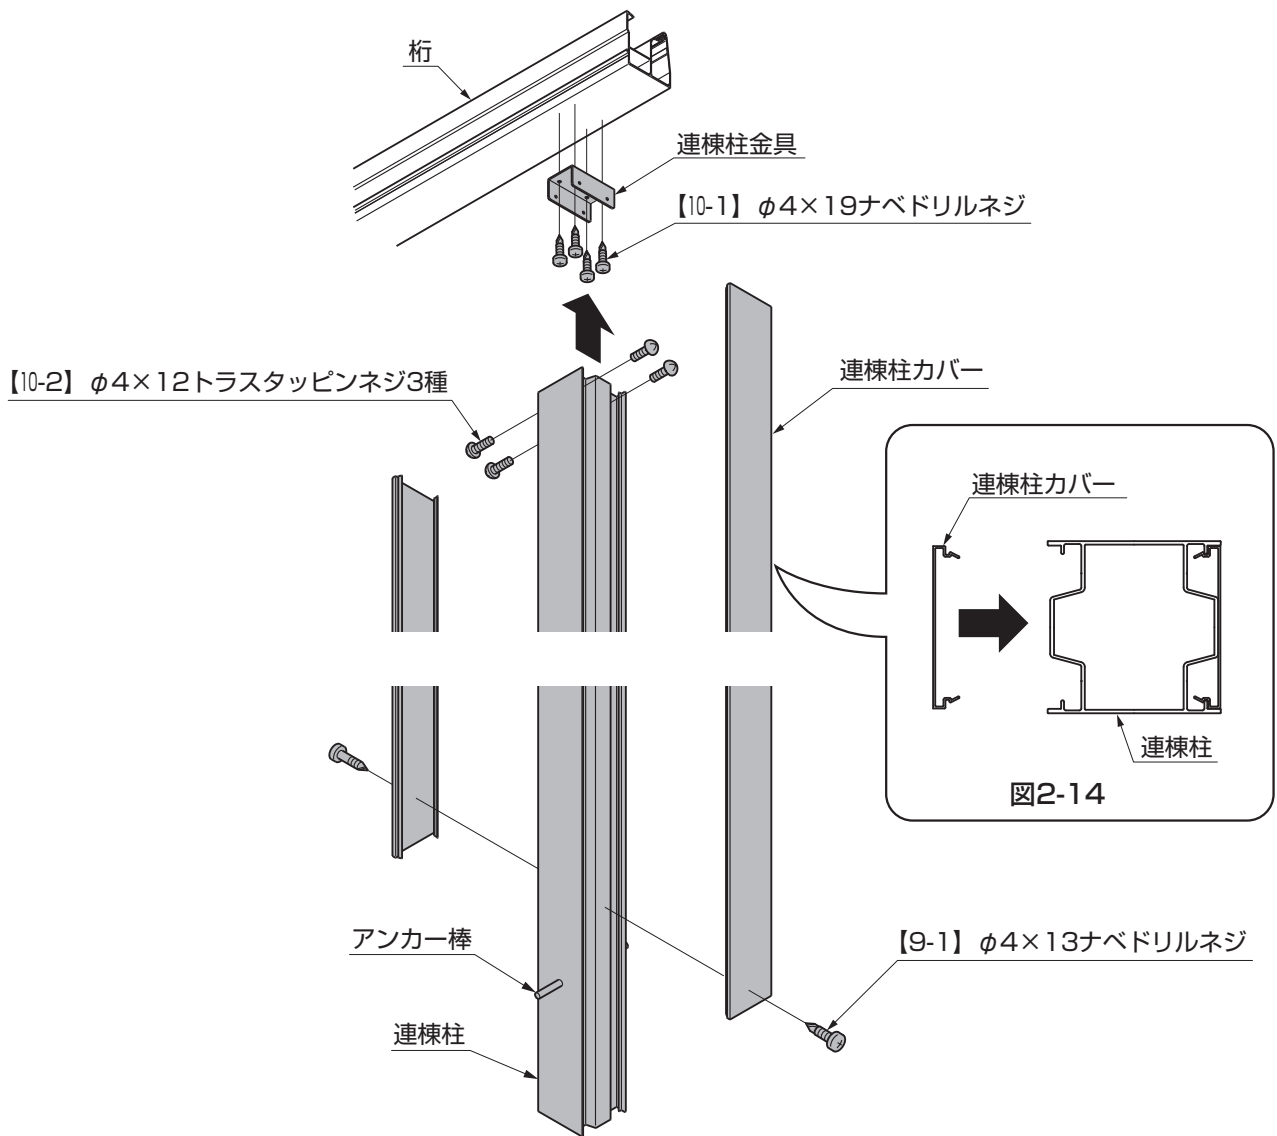

図2-13
- ②加工した桁に連棟柱金具を【10-1】で取付けてください。(図2-13参照)
- ③連棟柱にアンカー棒を差込み、連棟柱金具に【10-2】で取付けてください。
- ④連棟柱に連棟柱カバーをはめ込み、G.L.付近に【9-1】を取付けてください。